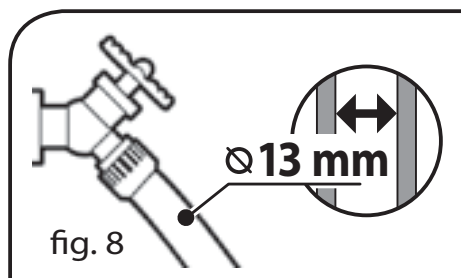

fig. 8
4. Conectar el tubo a la alimentación del agua fría y abrir completamente el grifo (fig. 8).